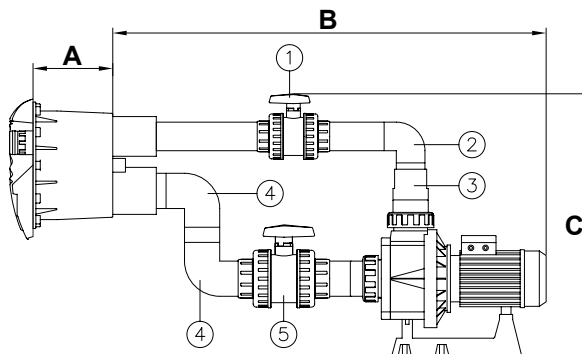

Fig. 7
- Coller un tube de 75 mm. Ø (*) à la prise d'impulsion du boîtier (voir fig. 7).
- Coller la valve de 75mm. Ø (n° 1, fig. 7) au tube de 75mm. Ø (*).
- Coller le tube de 75mm. Ø (*) à la valve de 75mm. Ø (n° 1, fig. 7).
- Coller le coude de 75mm. Ø (n° 2, fig. 7) au tube de 75mm. Ø.
- Coller le tube de 75mm. Ø (*) au coude (n°2, fig.7).
- Coller la réduction conique 90/75/63 mm. (n° 3, fig. 7) au coude de 75mm. Ø (*) et au raccord de la pompe de 90mm. Ø.
- En utilisant un tube de 90mm. Ø (*), coller un coude de 90mm. Ø (n° 4, fig. 7) à la prise d'aspiration du boîtier (voir fig. 7).
- En utilisant un tube de 90mm. Ø (*) on unira l'autre coude de 90mm. Ø (n°4, fig. 7) au coude déjà collé (voir fig. 7).
- Coller la valve de 90mm. Ø (n°5, fig. 7) au coude (n° 4, fig. 7) en utilisant un tube de 90mm. (*) pour les réunir.
- Coller un tube de 90 mm. Ø (*) à la valve (n° 5, fig. 7) et au raccord de la pompe de 90mm. Ø.